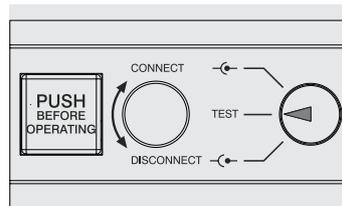

Figura 102
- interruttore in posizione di test (vedi Figura 102)